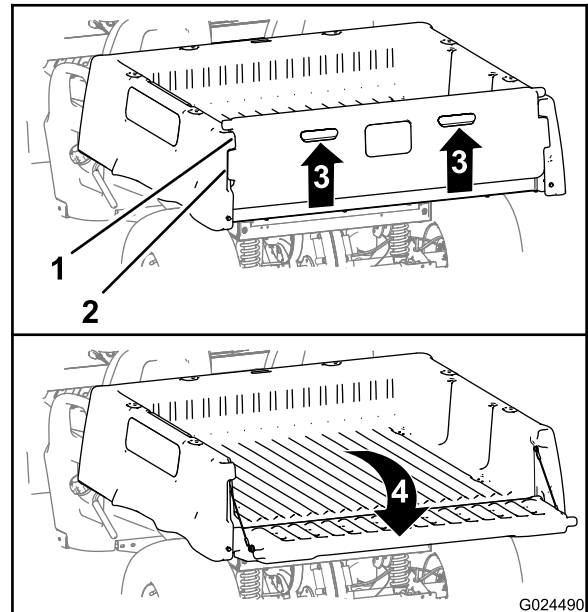

Bild 13
2. Heben Sie den Fingerzug an, der die Rückplatte an der Heckklappe zurückzieht (Bild 13).
3. Fluchten Sie die Riegelflansche an der Heckklappe mit den Öffnungen zwischen den Heckklappenflanschen an der Staubox aus (Bild 13).
4. Drehen Sie die Heckklappe nach hinten und unten (Bild 13).
6. Drehen Sie die Heckklappe nach oben und vorne, bis die Riegelflansche an der Heckklappe mit den Heckklappenvertiefungen an der Staubbox bündig sind (Bild 13).
7. Senken Sie die Heckklappe ab, bis sie im Heck der Staubbox sitzt (Bild 13).